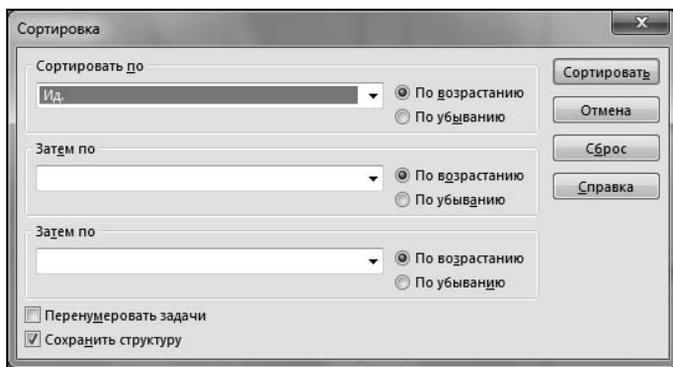

Рис. 4.18. Окно управления сортировкой
3. На экране откроется диалоговое окно, показанное на рис. 4.18. Это окно позволяет сортировать активную таблицу по одному, двум или трем показателям. Для управления первым показателем предназначены элементы управления группы **Сортировать по**, а для управления вторым и третьим — аналогичные элементы групп **Затем по**, расположенных ниже.